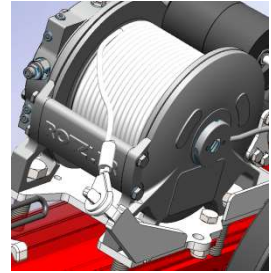

Figure 50
- Tirez ensuite le câble et enroulez-le (voir Figure 50).